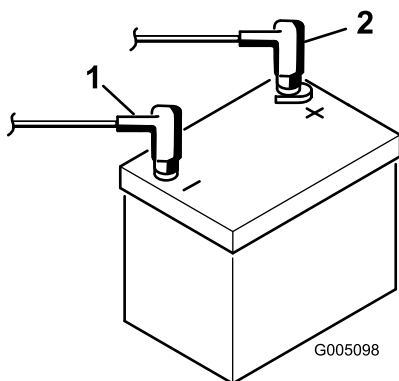

Figura 8
9. Instale o cabo positivo (vermelho) no terminal positivo (+) e o cabo negativo (preto) no terminal negativo (-) da bateria e fixe-os com os parafusos e as porcas (Figura 8). Coloque a proteção de borracha sobre o terminal positivo para evitar um curto-circuito.